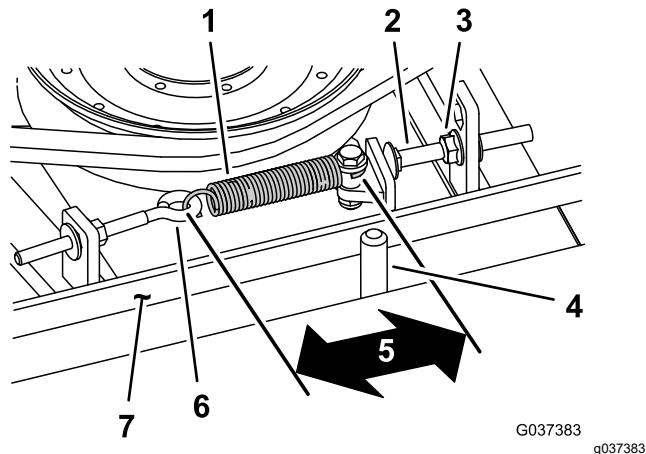

Figura 113
Cuando está correctamente tensado, la longitud en el interior del muelle de extensión (entre ganchos) debe ser de 8,3 cm a 9,5 cm aproximadamente. Una vez que haya obtenido la tensión correcta del muelle, ajuste el perno de tope (perno de cuello cuadrado) hasta que quede aproximadamente 2–5 mm de holgura entre la cabeza del perno y el brazo tensor (Figura 113).
Nota: Asegúrese de que la correa está colocada en el lado del muelle de la guía de la correa (Figura 113).
2. Afloje el perno de ojal para poder retirar el muelle de extensión (Figura 113).
3. Afloje la tuerca con arandela prensada que fija el perno de tope a la pestaña de montaje, y aparte la polea tensora de la correa para aliviar la tensión de la correa (Figura 113).
9. Conecte el muelle de extensión (Figura 113) al perno de ojal y tense la correa de la siguiente manera: